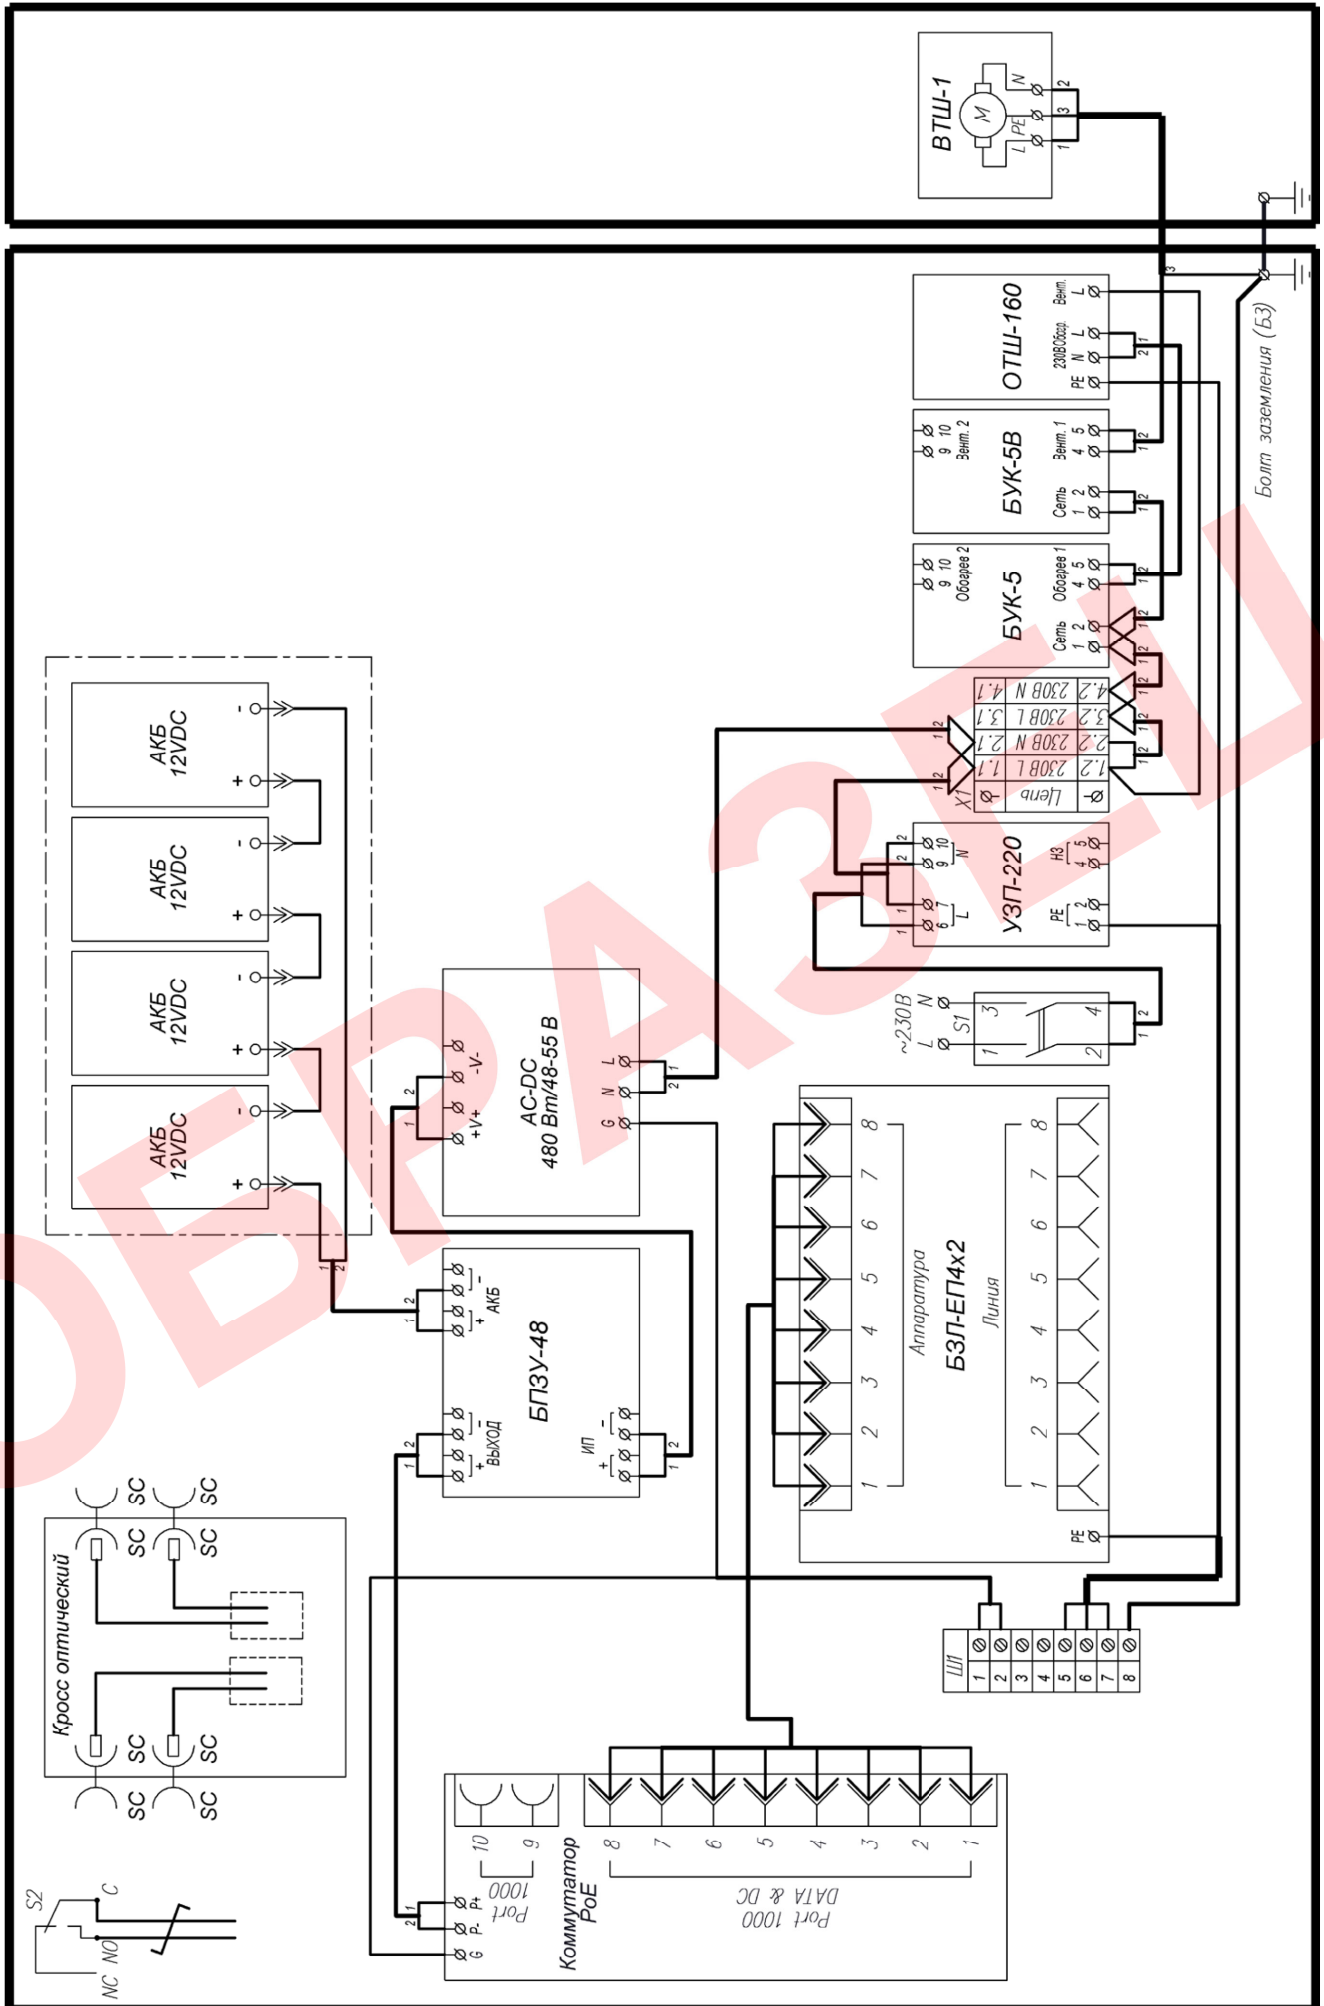

Рисунок 2 – Схема электрическая принципиальная
1. Заземлить изделие при помощи болта заземления (БЗ) (рисунок 2).
4. Подключить АКБ к БПЗУ-48 согласно схеме (рисунок 2).
7. Подключить кабель питания к входу автомата питания S1 (сечение подключаемых проводов до 25 мм2), при этом фазный провод (L) соединить с контактом 1, нулевой провод (N) с контактом 3.